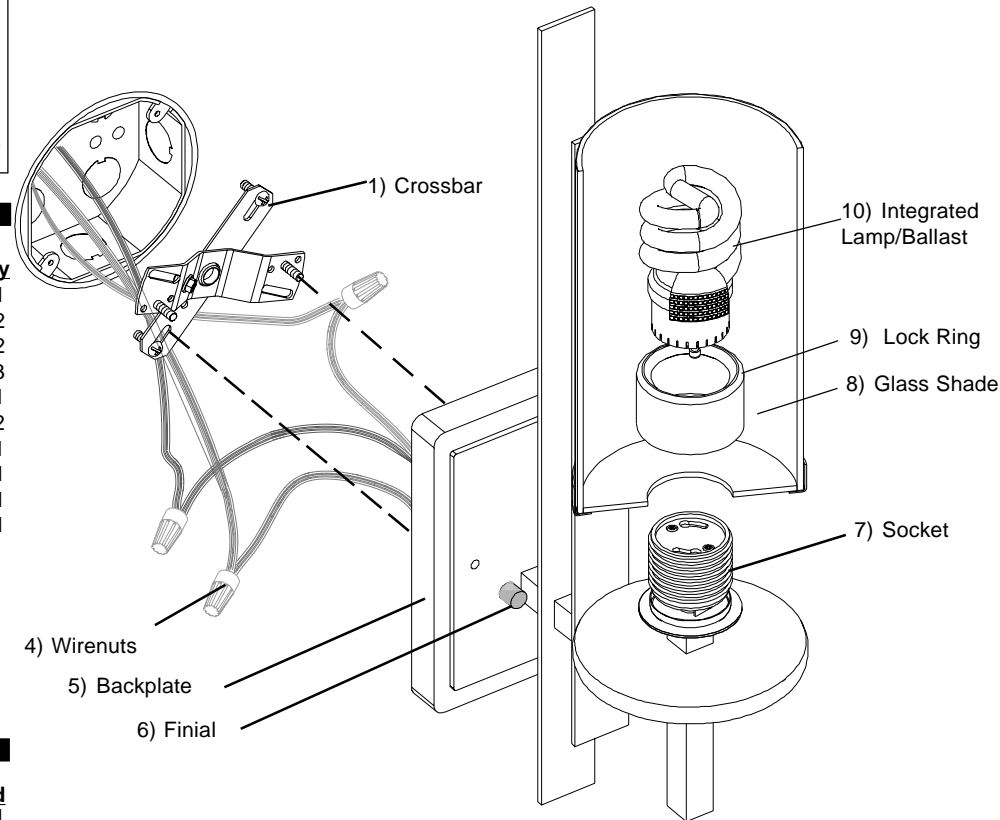

Figure 1
5. With the power turned off, hold the fixture firmly and connect the green ground wire from the fixture to the bare copper ground wire from the junction box using a Wirenut (4). (If house wiring does not include a ground wire, consult your local electrical code for approved grounding methods). See Fig. 1.
6. Use Wirenuts (4) to connect black fixture wire to the black power supply wire and white fixture wire to the white power supply wire. See Fig. 1.
8. Position the Backplate (5) over the Screws protruding from the bent Crossbar and secure fixture with Finials (6).
9. Unscrew Lock Ring (9) from the Socket (7).
10. To Install Glass Shade (8), unscrew Lock Ring (9) from the Socket (7). Place Glass Shade (8) over the Socket (7) and reinstall the Lock Ring (9). See Fig. 1.
5. Con la electricidad apagada, sostenga el luminario firmemente y conecte el alambre verde de tierra del luminario al alambre de cobre descubierto de tierra de la caja de ensambladura usando un Capuchón de Alambres (4). (Si el alambrado de la casa no incluye un alambre de tierra, consulte su código eléctrico local para los métodos aprobados de hacer tierra).
6. Use Capuchones de Alambres (4) para conectar el alambre negro del luminario al alambre negro de suministro de electricidad y el alambre blanco del luminario al alambre blanco de suministro de electricidad. Vea Fig. 1.
8. Coloque la Placa Trasera (5) sobre los tornillos que sobresalen de la parte curvada de la Barra Transversal y asegure el luminario con Finials (6).
9. Desenrosque el Anillo de Cierre (9) del Enchufe (7).
10. Para Instalar la Pantallas de Cristal (8), desenrosque el Anillo de Cierre (9) del Enchufe (7). Coloque la Pantalla de Cristal (8) sobre el Enchufe (7) e instale de nuevo el Anillo de Cierre (9). Vea Fig. 1.